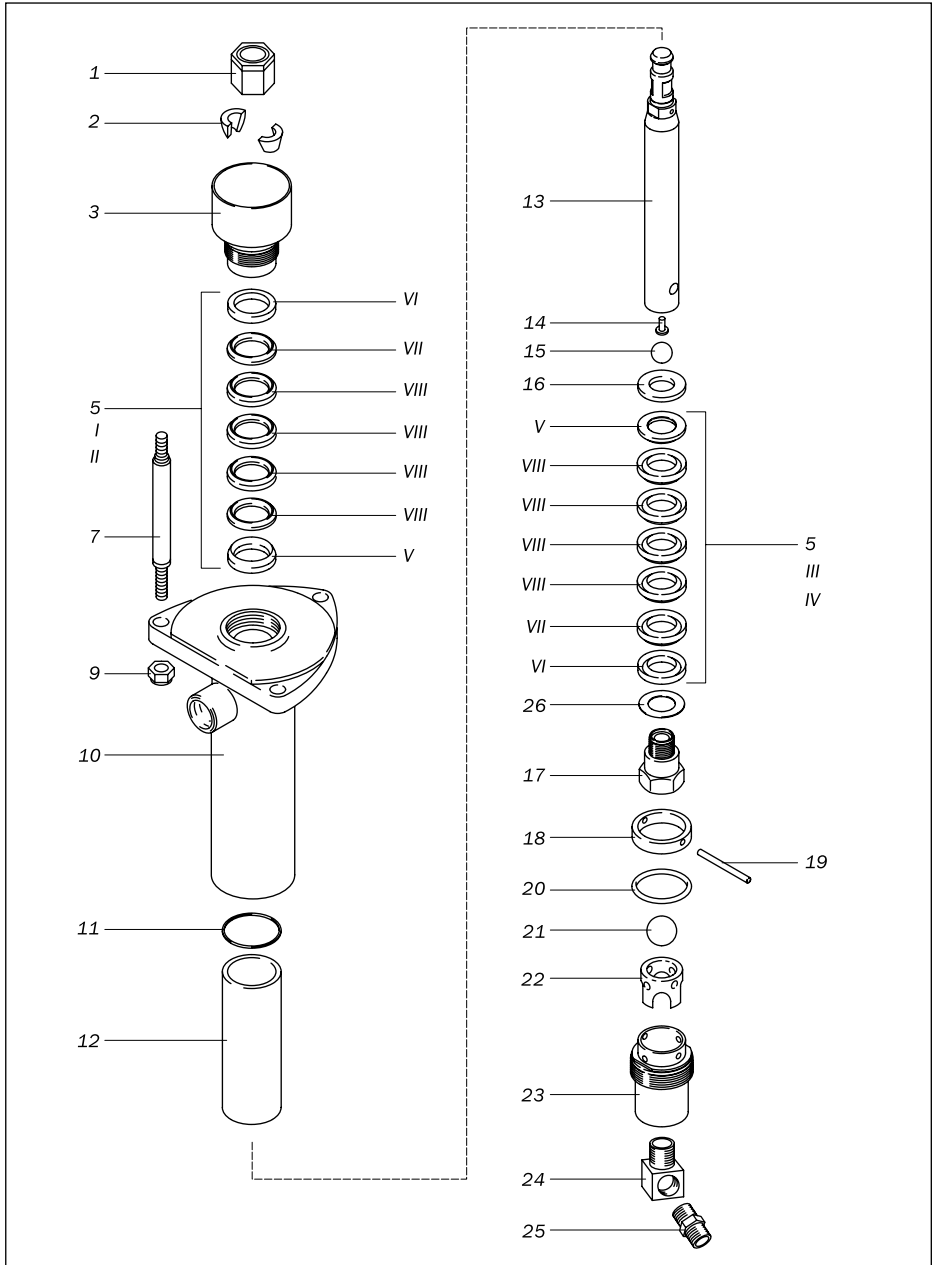

Рис. 9.2.1. Детализированный чертеж насоса окрасочного аппарата.
### 9.2.1. Деталировочный чертеж насоса окрасочного аппарата (рис. 9.2.1).
2. Ослабить герметизирующую втулку 3 (рис. 9.2.1).
4. Вывернуть корпус всасывающего клапана 23 (рис. 9.2.1).
2. Установите манжеты 5 (рис. 9.2.1) в корпус насоса 10 кромками вниз.
13. Затянуть герметизирующую втулку 3 (рис. 9.2.1). Момент затяжки 34—41 Н·м